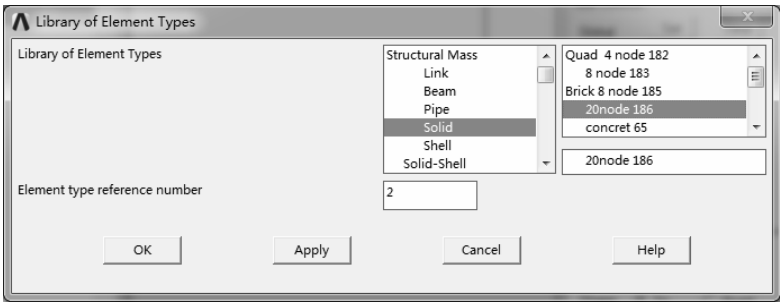

图 3-57 增加体单元 SOLID186
5) 重复上述过程, 增加体单元 SOLID186, 如图 3-57 所示。